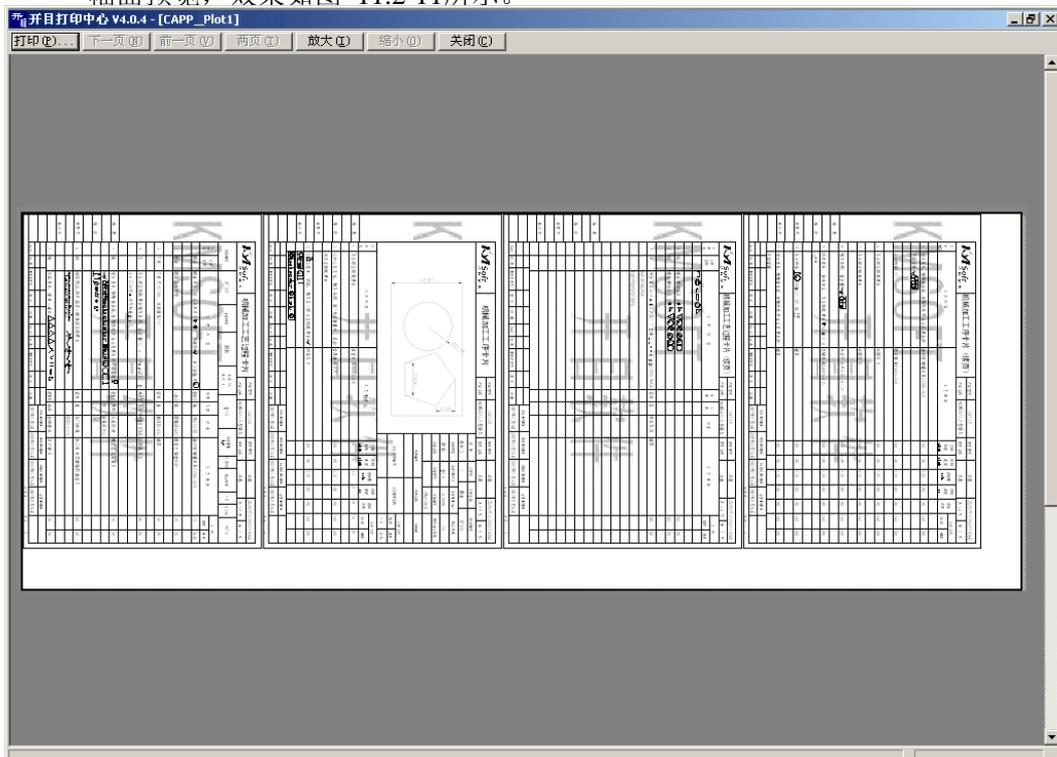

图 11.2-11
- ② 选择“设置打印徽标”的标签页，点击设置徽标后面的“”，加入 JPG 格式的水印，并选择水印在卡片底图的方式，点击确定按钮，在打印预览中用“A0/A1”幅面预览，效果如图 11.2-11 所示。